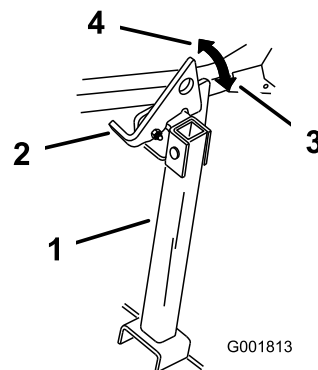

Рисунок 47
2. Поднимите защелку в разблокированное положение (Рисунок 47).